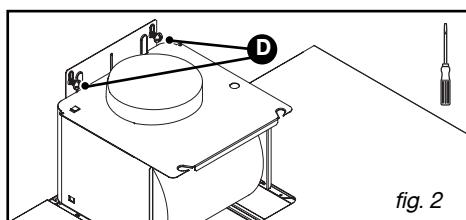

fig. 2
- Enganche la campana extractora a los dos tornillos (D/fig.2).